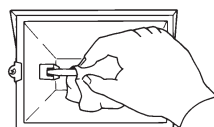

Fig. 2
3. Usando un paño limpio o guantes, retire la nueva bombilla de su paquete y del envoltorio de protección (Fig. 2).